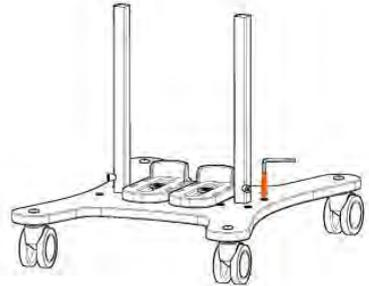

FIG. 5
PASO 5: Apriete todos los tornillos con la llave Allen suministrada - fig. 5. ¡Es importante que los tornillos estén alineados verticalmente y atornillados uniformemente!